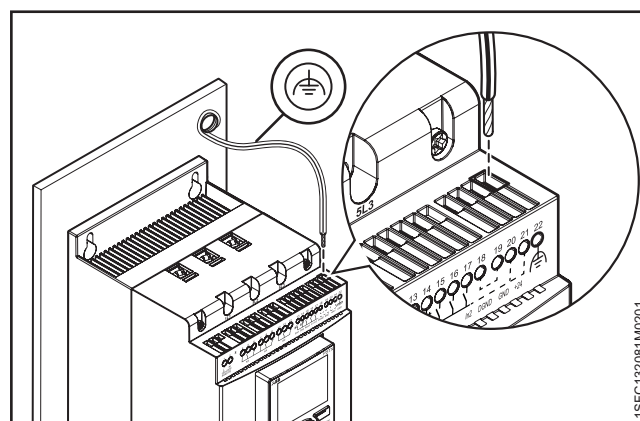

Abbildung 2.4
5. Schließen Sie die Funktionserde (Klemme 22) an eine Erdungsstelle in der Nähe des Softstarters an. Siehe **Abbildung 2.4**.